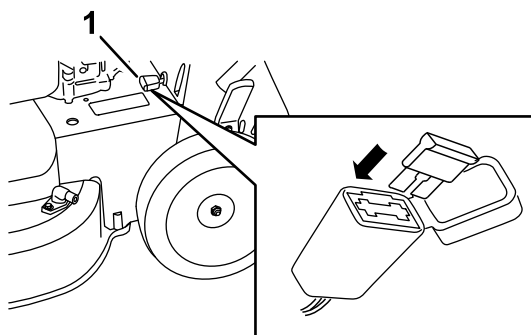

Figura 37
1. Abra o porta-fusíveis selado e substitua o fusível (Figura 37).